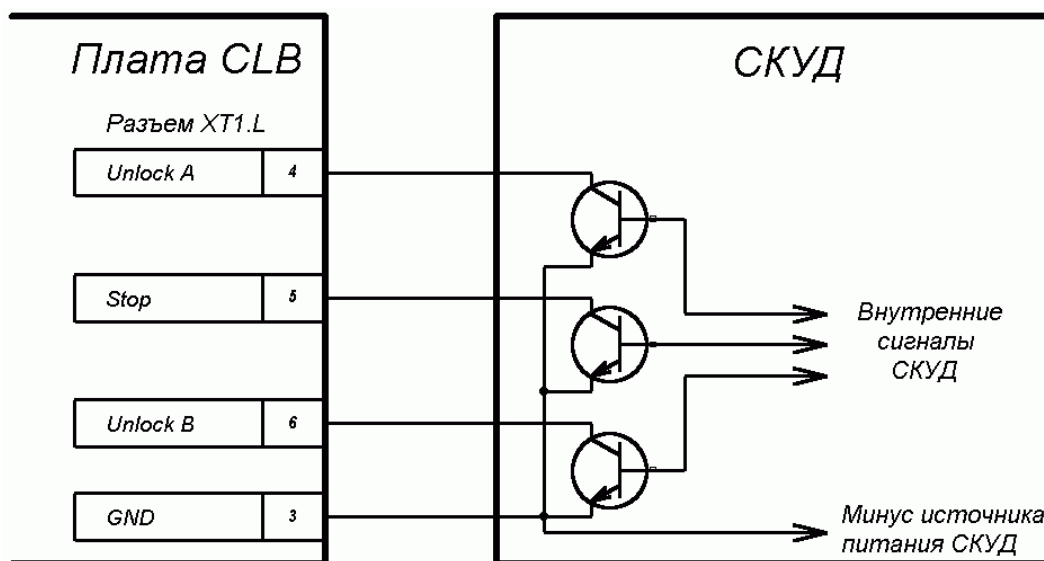

Рисунок 4.1 – Управляющие элементы внешнего устройства:
5.4.2 Управление турникетом осуществляется подачей на контакты клеммной колодки «ХТ1.Л» Unlock A, Stop и Unlock B сигнала низкого уровня относительно контакта GND, при этом управляющим элементом могут быть нормально разомкнутый контакт реле или схема с открытым коллекторным выходом. Аварийная разблокировка турникета осуществляется снятием с контакта Fire Alarm сигнала низкого уровня относительно контакта GND, при этом управляющим элементом может быть нормально замкнутый контакт реле или схема с открытым коллекторным выходом (см. рисунок 4.1).